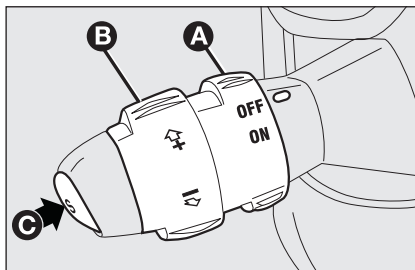

fig. 54
Gire el casquillo **A**-fig. 54 a la posición **ON**.
- ☐ gire el casquillo **A**-fig. 54 a **ON** y pisando el pedal del acelerador lleve el coche a la velocidad deseada;
- ☐ pulse la tecla **C-fig. 54**.
- ☐ girando momentáneamente el casquillo **B-fig. 54** a (+).
- ☐ manteniendo girado el casquillo **B-fig. 54** a (–) hasta alcanzar la nueva velocidad que permanecerá automáticamente memorizada.
Gire el casquillo **A-fig. 54** a **OFF** o la llave de contacto a la posición **STOP**. Además, el dispositivo se desactiva automáticamente en uno de los siguientes casos:
En caso de funcionamiento defectuoso o avería del dispositivo, gire la tuerca A-fig. 54 a OFF y acuda a un taller de la Red de Asistencia Fiat después de haber controlado la integridad del fusible de protección.